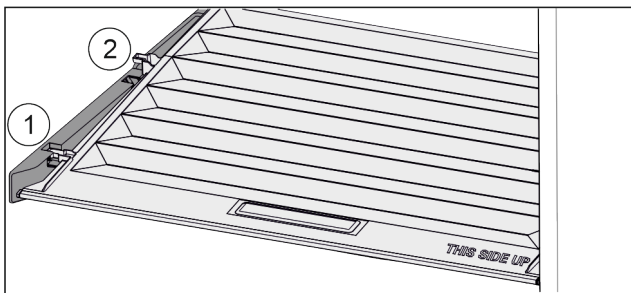

Fig. 83
- ▶ Издърпайте напред Fig. 83 (1) капака до отвора в задържащите части.
- ▶ Повдигнете го отзад отдолу и отстранете Fig. 83 (2) нагоре.